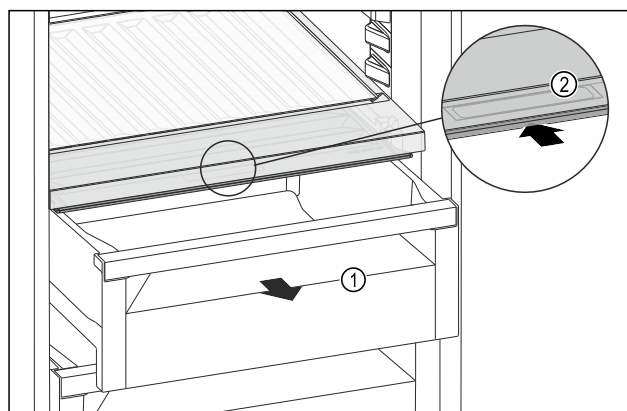

Fig. 139
- ▶ Zásuvku Fig. 139 (1) vytáhněte.
- ▶ Uchopte prohlubeň pro rukojeť Fig. 139 (2) na víko zásuvky a současně zasuňte víko zásuvky směrem dozadu.